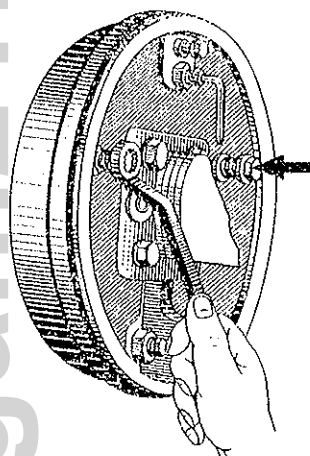

Bild 231 Nachstellen der Hinterradbremsen
6. Beim Zusammenbau der Handbremse ist das Spreizglied mit der tiefen Nut in Fahrtrichtung in die rechte Bremsbacke 8 (Bild 231) zu stecken.
- Ein Hinterrad mit dem Wagenheber aufbocken und Griff 4 (siehe Bild 231) in vordere Lage bringen;